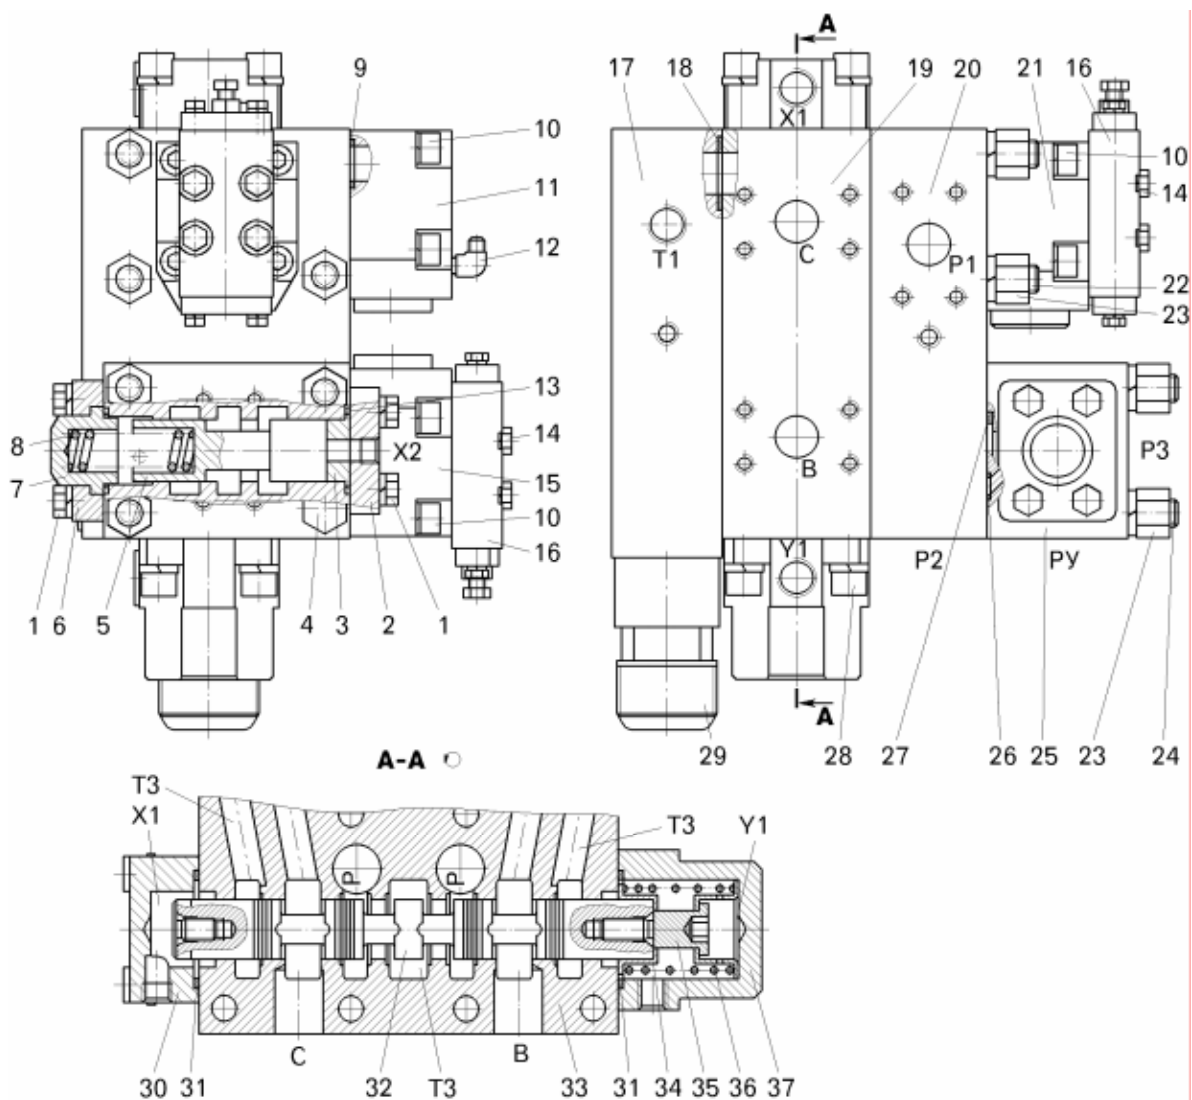

Рисунок 17.7 – Панель управления:
- отвернуть болты 14 (рисунок 17.7) и снять вспомогательные клапаны 16;